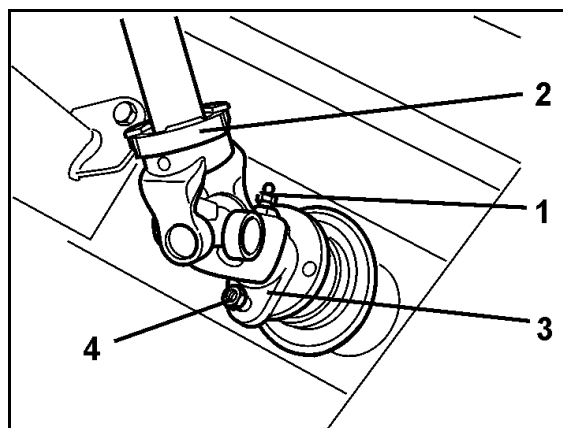

Bild 54
13. Säkra kraftöverföringsaxelns skydd mot att vridas genom att hänga in kedjan på maskinen (Bild 54).